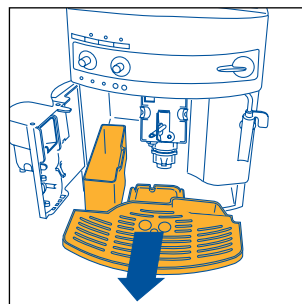

Рис. 16
ПРИМЕЧАНИЕ 7: кофеварка подсчитывает количество чашек воды, которые были приготовлены. Каждые 14 маленьких чашек (или 7 больших)  загорается индикатор (гл. 12, пункт 3), предупреждая, что кассета для кофейной гущи заполнена и ее необходимо вытряхнуть и прочистить. До очистки кассеты для гущи лампа остается горячей, а кофеварка больше не готовит кофе. Для того, чтобы произвести очистку, откройте дверцу для обслуживания, расположенную в передней части, потянув за специальную ручку, рис. 15; загорится мигающий индикатор , см. пар. 12, п. 9, затем извлеките ванночку для сбора воды, рис. 16, слейте и очистите ее.
- извлеките ванночку для сбора воды и кассету для гущи, рис. 16 и промойте их;